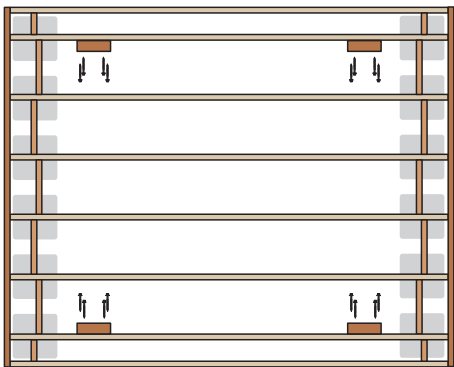

Imagen 49
- Ocho (8) anclajes en total (como se describió anteriormente)
- Ocho (8) armellas de acero galvanizado con una longitud mínima de 1/2 × 6 in (13 mm × 15.2 cm) de grado A307 o superior, con arandelas anchas de 1/2 × 1-1/2 in (13 × 38 mm) de acero galvanizado y tuercas de 1/2 in (13 mm) para el ensamblaje de sujeción.
- Cuatro (4) refuerzos de 2 × 12 in (51 mm × 30.5 cm) (material de 2 in (51 mm) igual a la vigueta) cada uno con cuatro tornillos de 3 in (76 mm) para plataforma para sujetar cada refuerzo a la vigueta. Dieciséis (16) tornillos en total de 3 in (76 mm) para plataforma.
3. Sujete el refuerzo de 12 in (30.5 cm) al ras y paralelo a la cara interior de la primera vigueta después de la vigueta perimetral. Instale refuerzos en las cuatro esquinas como se muestra en la imagen 49 a continuación. Cada refuerzo se debe sujetar con cuatro tornillos de 3 in (76 mm) para plataformas exteriores a aproximadamente 3/4 in (19 mm) de cada borde del refuerzo.